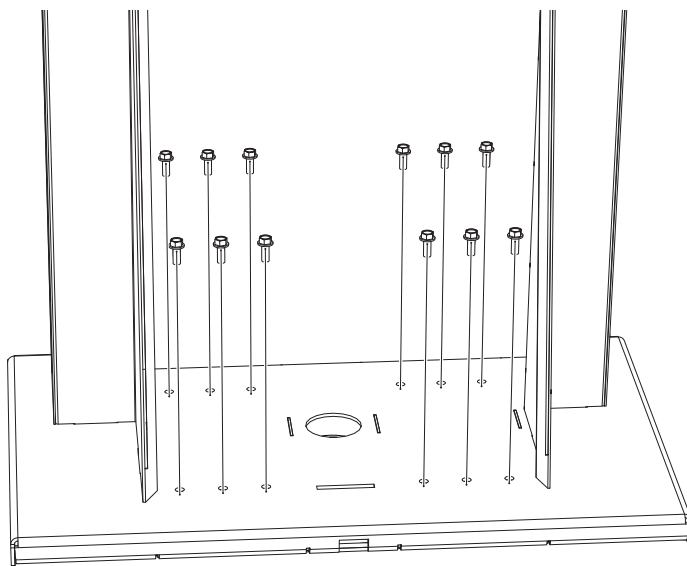

Figure 7 : Fixer le support au sol
3. Fixez le pied sur le support du plancher à l'aide des 12 vis, comme le montre la figure 7.